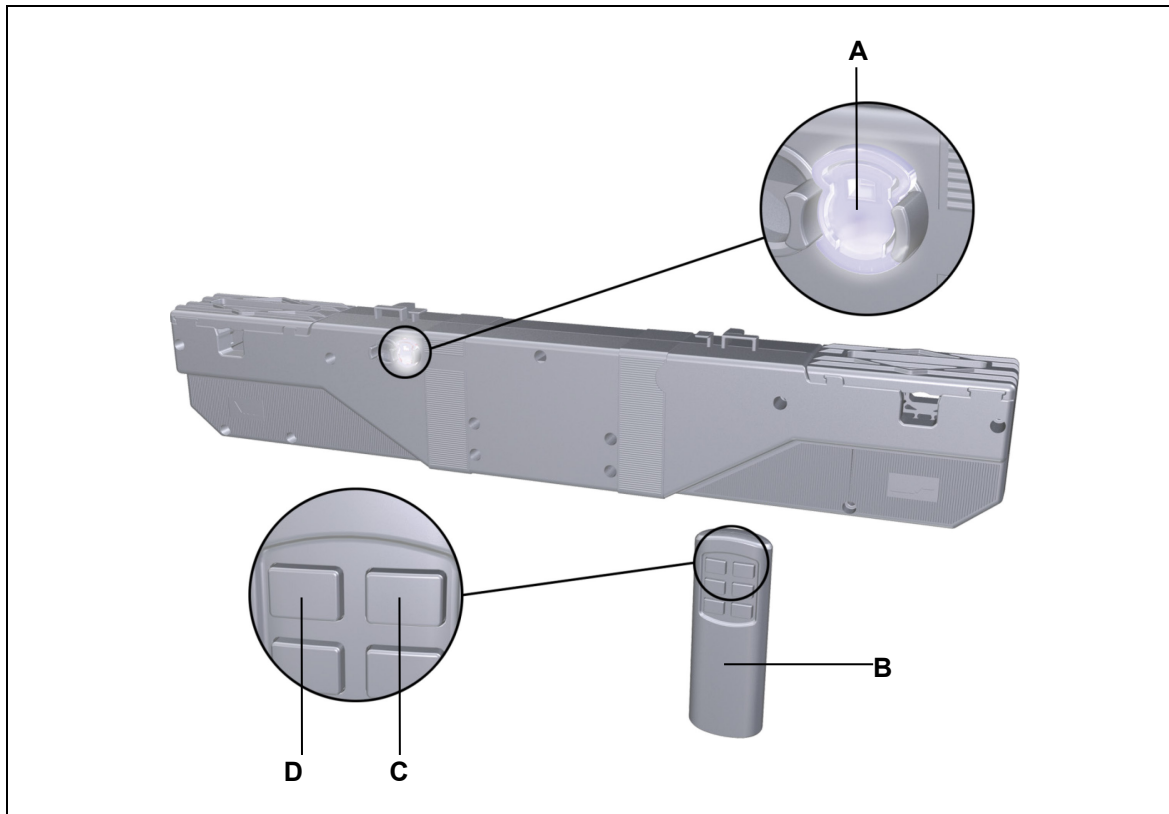

Abbildung 21 Einlernen des Handsenders RF Eco
- 1 Drücken Sie die Funktionstaste (**A** in Abbildung 21) am Antrieb 2 x kurz (Doppelklick). Der Antrieb ist jetzt ca. 10 Sekunden lang im Lernmodus. Die LED in der Funktionstaste leuchtet.
- 1 Drücken Sie die Funktionstaste (**A** in Abbildung 21) am Antrieb 4 x kurz hintereinander.